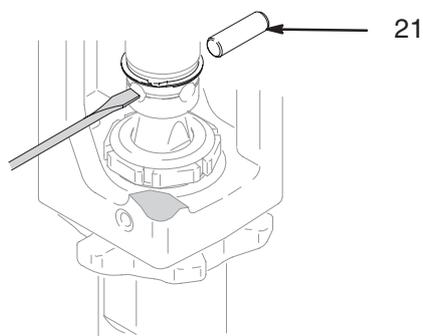

Fig. 9
4. Fig. 9. Empuje hacia arriba el muelle de retención; saque el pasador (21).
2. Fig. 9. Empuje el pasador (21) en el orificio. Introduzca los muelles de retención en la ranura.